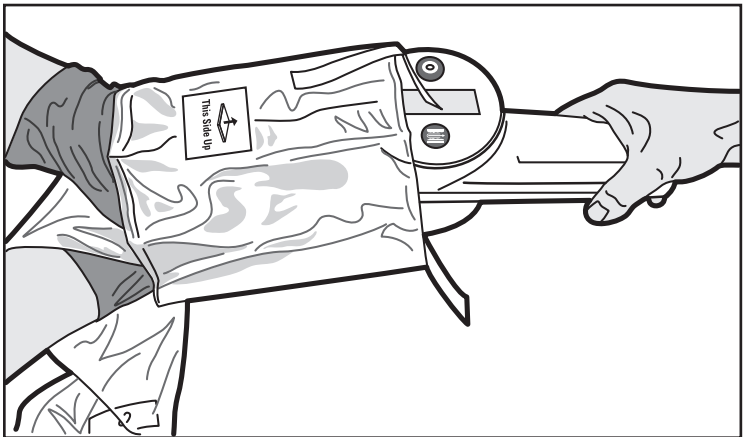

Abbildung 4. Einsetzen der MDU5 PLUS Motorantriebseinheit
5. Die nicht sterile Person platziert die MDU5 PLUS Motorantriebseinheit in die Öffnung und positioniert die MDU5 PLUS Motorantriebseinheit dabei so, dass die Oberfläche mit dem Aufkleber „This Side Up“ (Diese Seite nach oben) auf dem Beutel ausgerichtet ist (Abbildung 4).